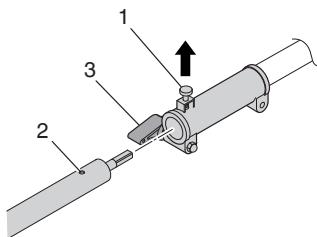

Fig. 1
2. Asegúrese de que el pasador (1) se introduce adecuadamente en el orificio (2) del tubo y de que éste no se suelta. (Fig. 1)
3. Ajuste la tuerca del asa (3) firmemente. (Fig. 1)